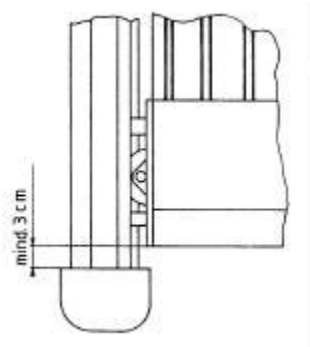

Bild 8.1
- Fahren Sie die WGM mit dem Wipptaster des Einstellsets bis zum gewünschten äußeren Punkt (minimal Abstand zwischen Ausfallprofil und Endkappe sollte 3 cm nicht unterschreiten) (Bild 8.1).